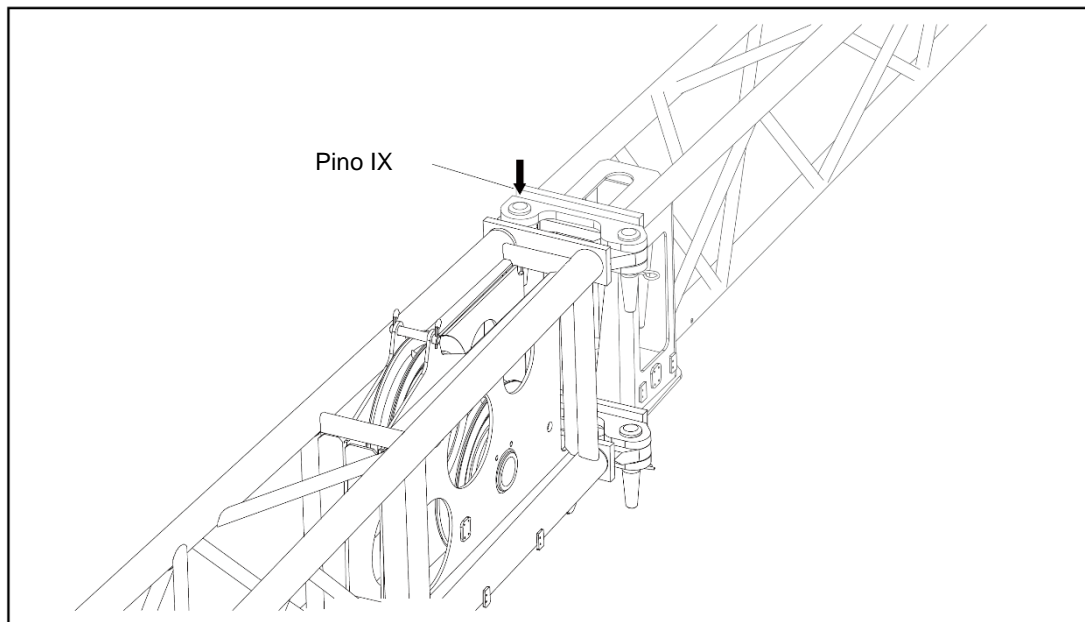

Figura 5-13 Instalação do pino IX
- l) Alinhe a extremidade de seção de braço 2 com os pontos de conexão no lado esquerdo da cabeça da seção de braço 1. Instale o pino IX e grampo de retenção. Consulte a figura 5-13.